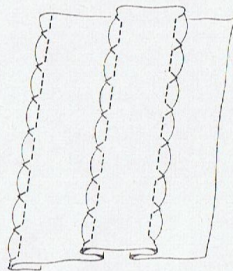

Abb. 73
51. PUPPENSTICH (Abb. 73)
Das Nähgut wird so unter den Nähfuss gelegt, dass die zu säumende Seite, von der Nähenden gesehen, nach links zeigt und seine äussere Kante die Nadel in ihrer Linkstellung nur eben berührt. Die Maschine wird nun in Gang gesetzt und das Nähgut geführt. Es wird die Ausführung nach Abb. 73 empfohlen.